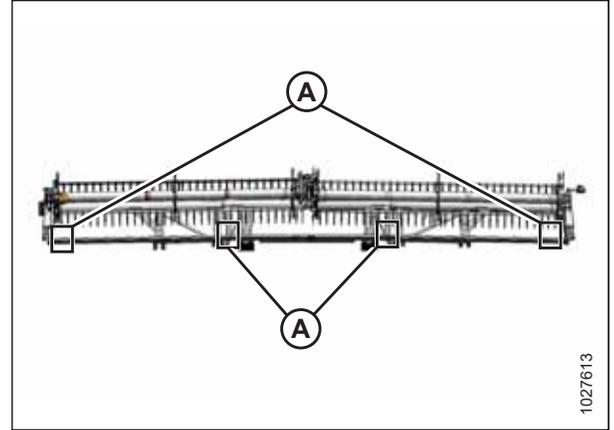

Figure 6.39: Emplacements de mesure FlexDraper^{MD} – Rabatteur double
- Plateformes à rabatteur double : Figure 6.39, page 283